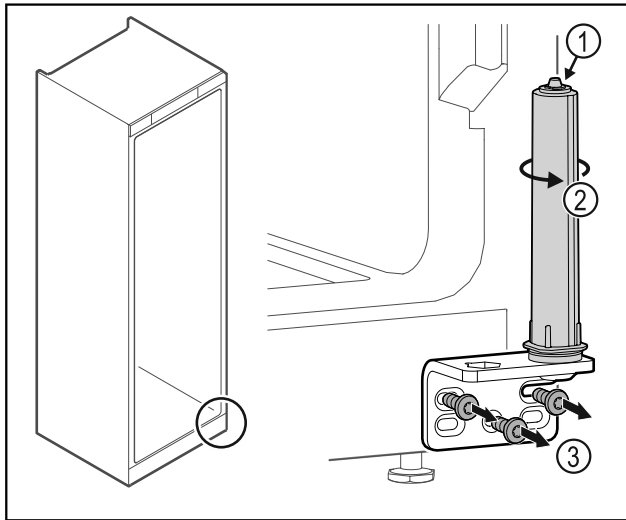

Fig. 37
- Non disassemblare il sistema di chiusura della porta Fig. 37 (1).
- ▶ Ruotare il sistema di chiusura Fig. 37 (2) finché non si innesta con un clic.
- ▶ Svitare la cerniera angolare Fig. 37 (3).